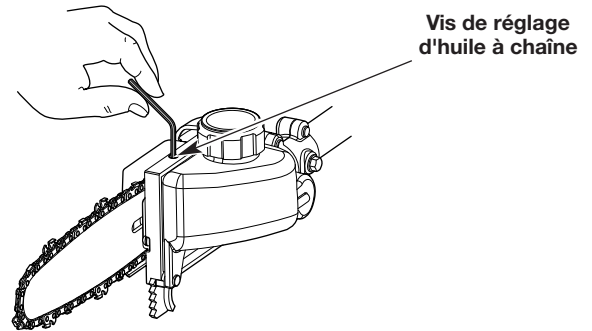

Fig. 15
1. Insérez une clé Allen de 3/32 po dans la vis de réglage d'huile à chaîne (Fig. 15).